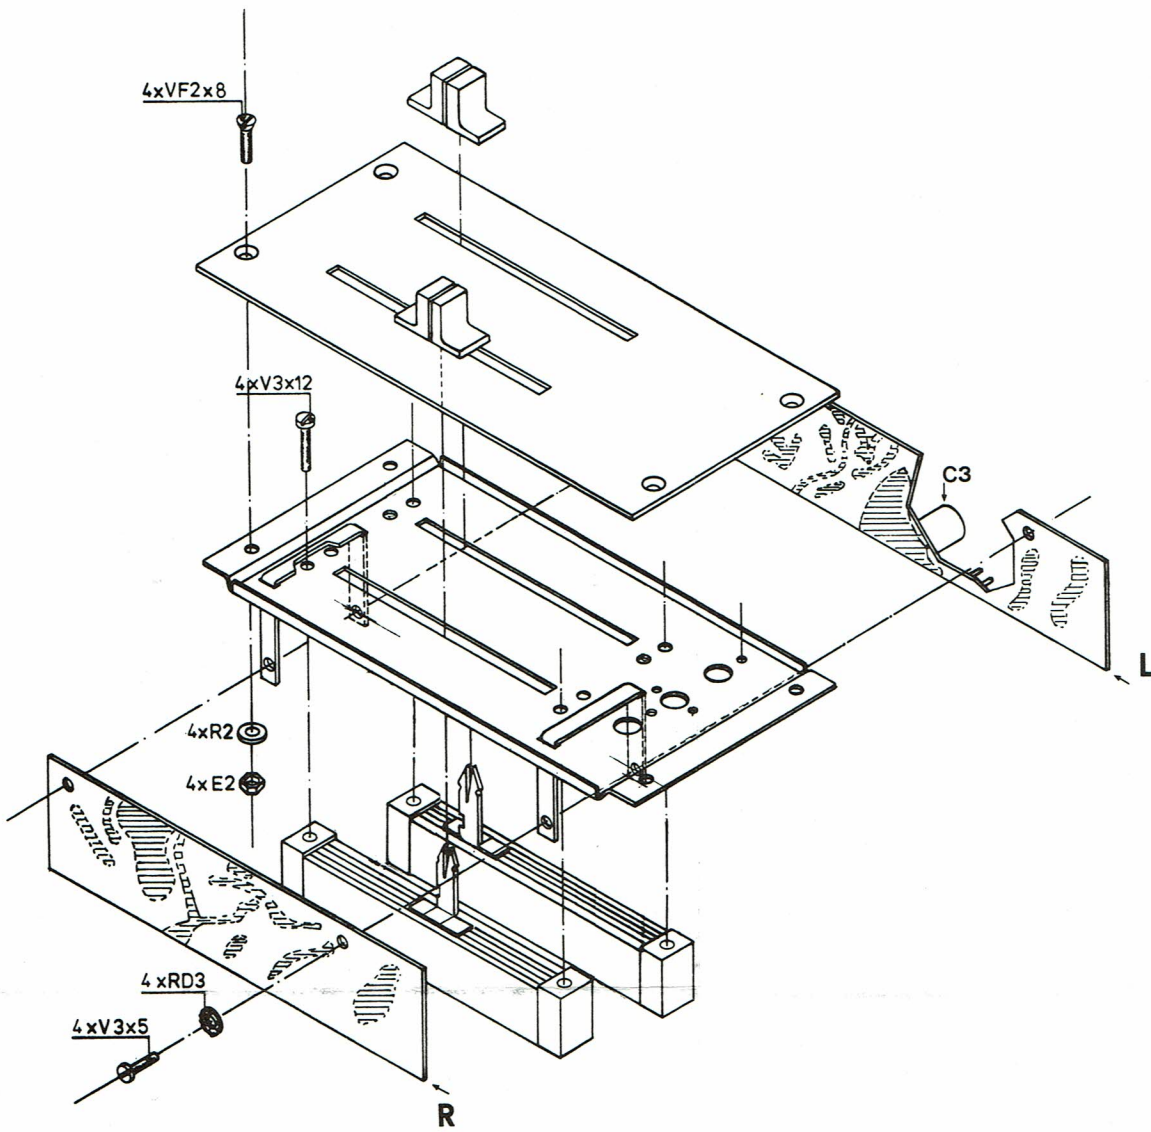
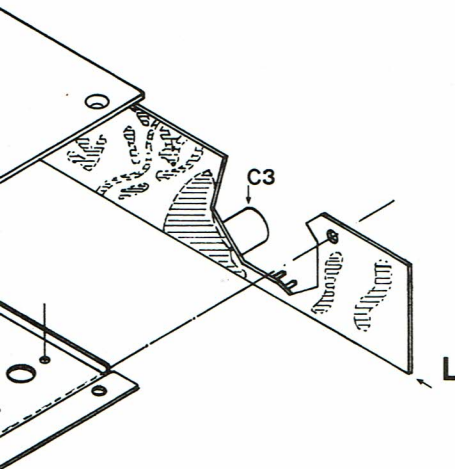

Fig 4
Fig 5
7. Fixez les deux potentiomètres à glissière sur le châssis métallique en vous aidant de la fig. 4 et de la fig. 5 quant au positionnement des cosses. Repliez vers le bas les cosses latérales de masse.
8. Fixez le circuit imprimé de droite sur les pattes de fixation (fig. 4). Sélectionnez les fils de câblage vert, bleu et noir. Effectuez les liaisons entre ce circuit et les potentiomètres (fig. 5). La longueur de chaque connexion est indiquée sur le dessin.
droite sur les pattes de fixation (fig. 4). Sélection-